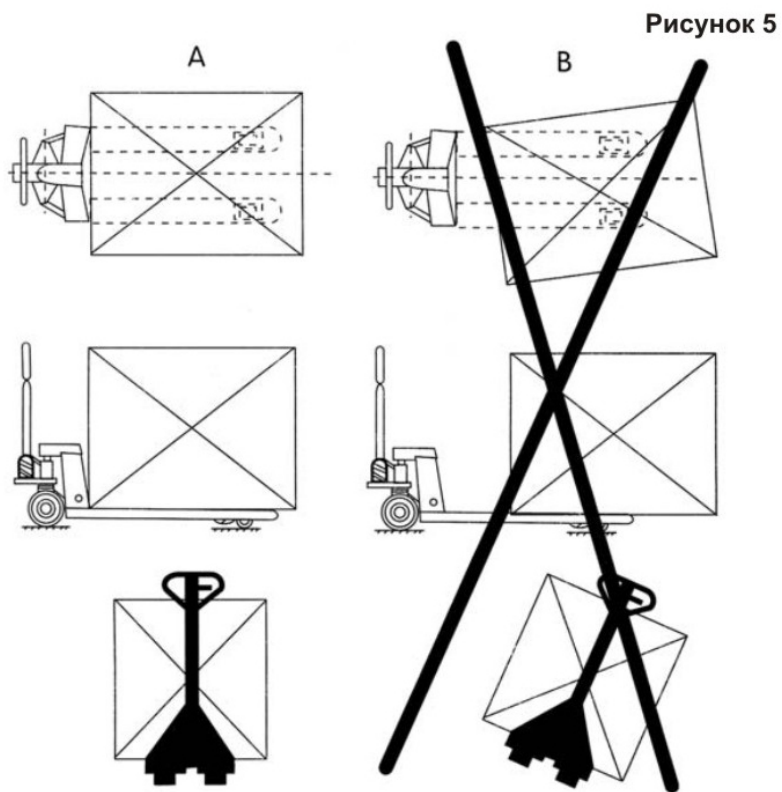

Рисунок 5
5.9. Не грузите товары так, как показано на рис. 5/В.